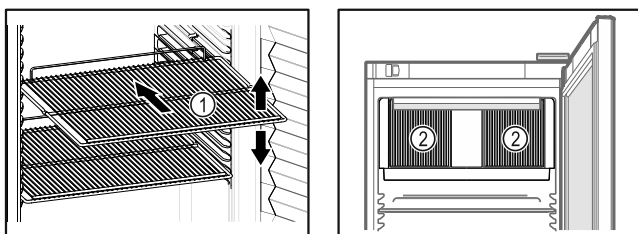

Fig. 77 Ενδεικτική απεικόνιση
- Εάν οι σχάρες Fig. 77 (1) είναι ρυθμιζόμενες, προσαρμόστε τα ανάλογα με το ύψος.